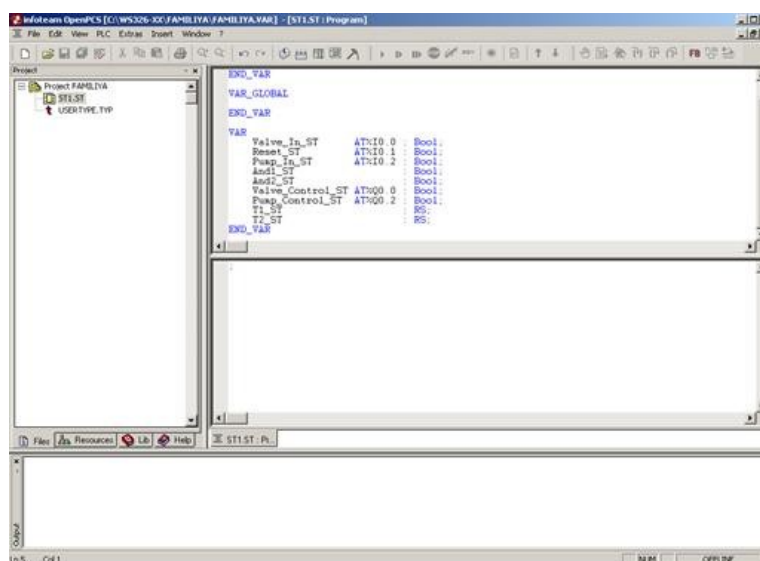

Рис. 7. Описание функциональных блоков RS –триггеров
6. Опишите функциональные блоки (Рис.7.) RS -триггеров (в сущности, это подпрограммы-процедуры) T1_ST:RS и T2_ST:RS: T1_ST – имя функционального блока, RS – его тип.